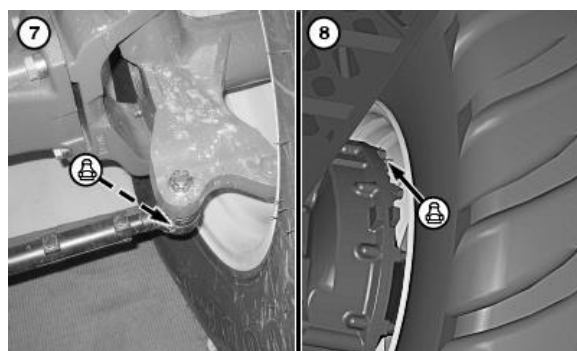

Рис.4.56 – Змащення рульової тяги (7) та підшипників кінцевої передачі (8)
19. Змастити рульову тягу з обох сторін (рис.4.56). Ввести мастило в маслянки на шаровому з'єднанні наконечника тяги підсилювача рульового керування.
20. Змастити зовнішні підшипники кінцевої передачі (рис.4.56).